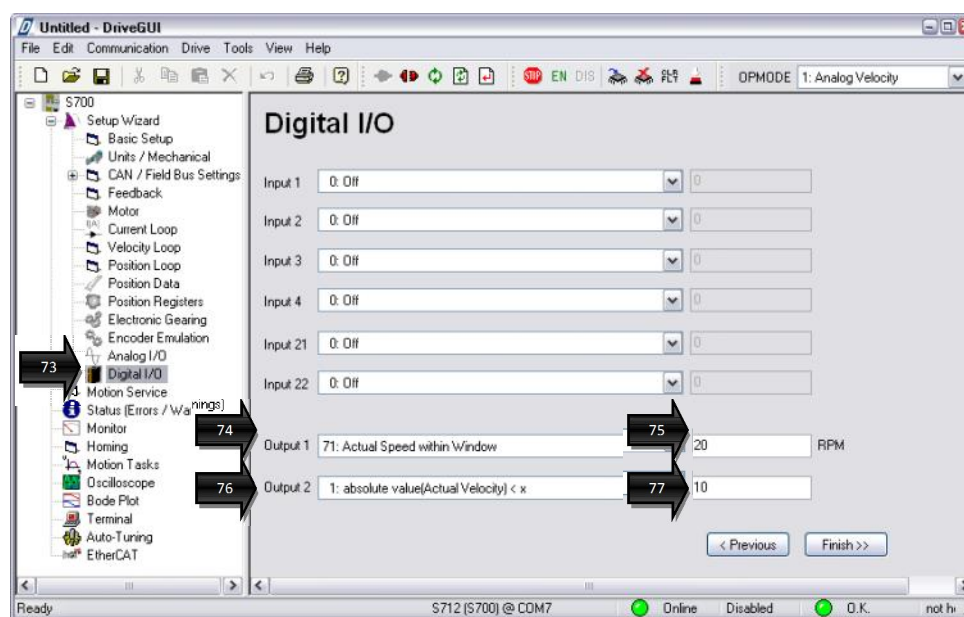

Рисунок 27 – Окно «Digital I/O»
5.15 Параметризация дискретных входов/выходов³³ производится в окне «Digital I/O»⁷³ (рис. 27).